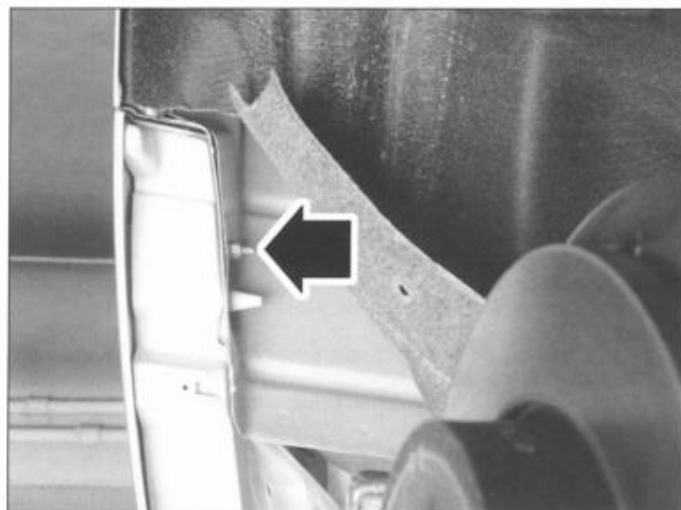

FIG. 92
- los tornillos de fijación del parachoques en la aleta (fig. 92) (lado izquierdo en la ilustración).